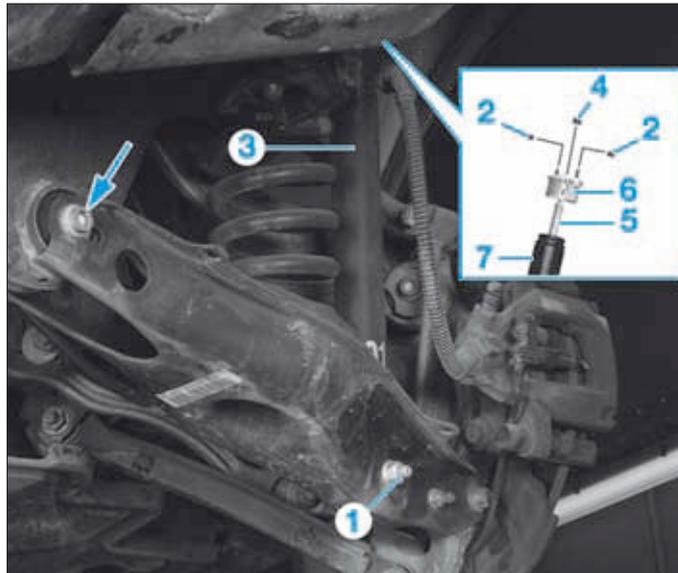

FIG.24
- Déposer la fixation inférieure d'amortisseur (1) (Fig.24).
- Déposer les fixations supérieures d'amortisseur (2).
- Déposer l'amortisseur (3), en le comprimant si nécessaire.
- Déposer l'écrou (4) de la tige d'amortisseur (5),
- Déposer le palier d'appui (6),
- Déposer la butée élastique et la protection (7).
- Détacher (flèche) et abaisser le bras inférieur de l'essieu arrière (Fig.24).